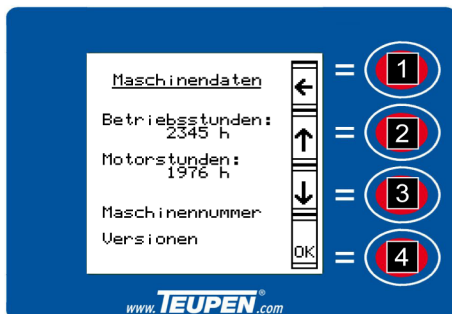

Fig. 61: Données machine
1. ➤ Sélectionner un sous-menu avec les *[touches de fonction]* (Voir la Fig. 61/2 et 3).
2. ➤ Accéder avec la *[touche de fonction]* (Voir la Fig. 61/4) au sous-menu sélectionné.
3. ➤ Retourner au *[menu principal]* avec la *[touche de fonction]* (Voir la Fig. 61/1).